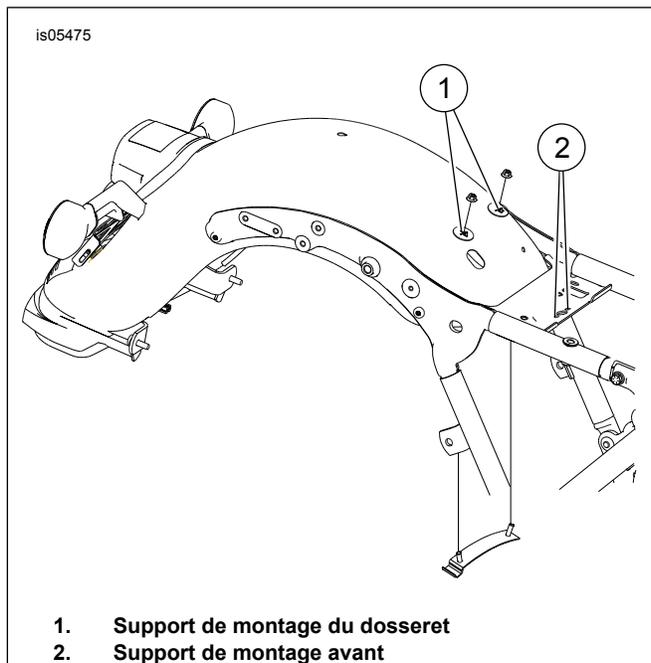
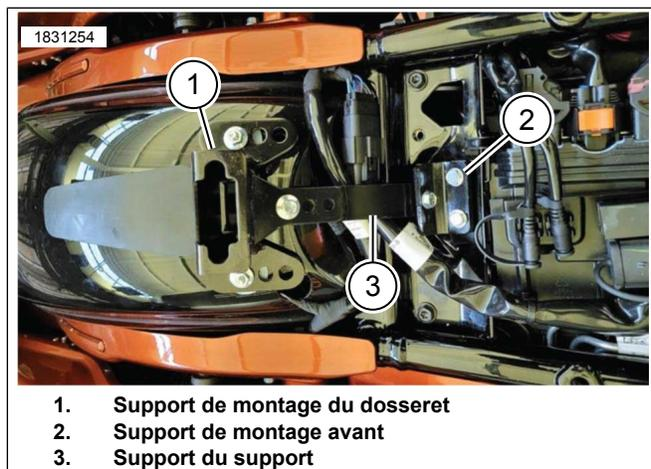

Figure 2. Emplacements de montage du support
Figure 3. Dossier monté
1. Voir Figure 2 et Figure 3 pour les emplacements de montage des supports.